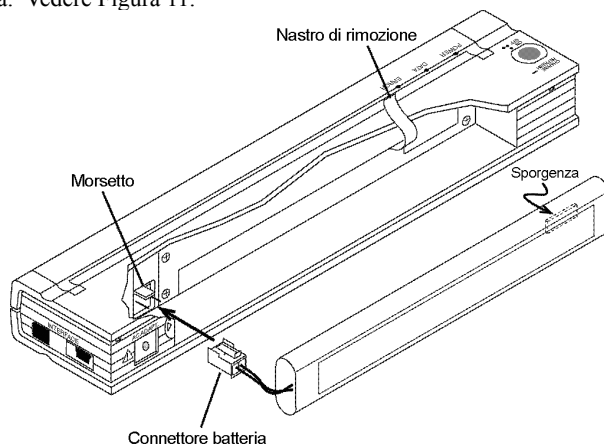

Figura 11. Spingere il connettore della batteria del morsetto
3. Spingere delicatamente il connettore della batteria nel morsetto sull'interno del vano batteria. Vedere Figura 11.